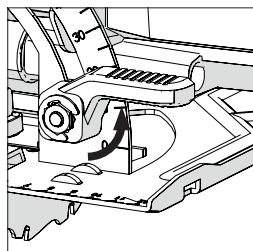

Рис. 13
- Потяните рычаг регулирования вверх и снимите блокировку устройства регулировки угла наклона в передней части устройства. (Рис. 13)